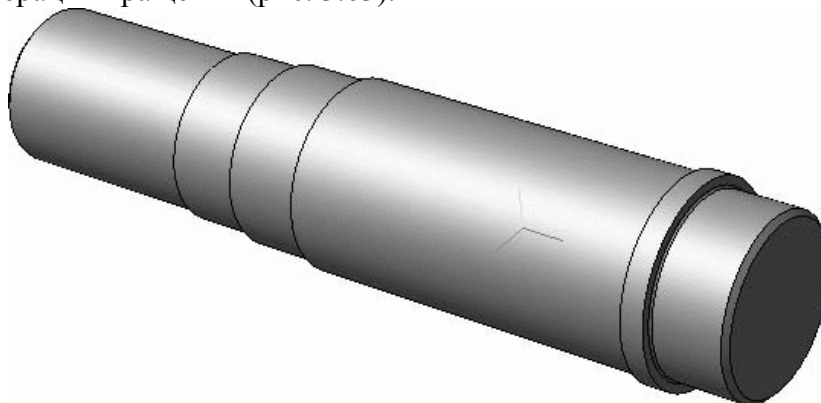

Рис. 3.63. Начало формирования модели вала
2. Нажмите кнопку Операция вращения на панели Редактирование детали. Поскольку контур эскиза не замкнут, то операция автоматически будет настроена на создание тонкостенного тела. Чтобы этого избежать, на панели свойств обязательно нажмите кнопку Сфероид, после чего перейдите на вкладку Тонкая стенка и в списке Тип построения тонкой стенки выберите пункт Нет. Нажмите кнопку Создать объект для завершения выполнения операции вращения (рис. 3.63).